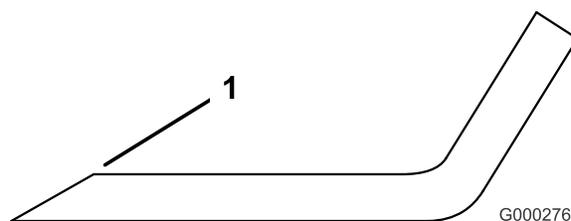

Figura 84
3. Controllate i taglienti di tutte le lame, e affilateli se fossero ottusi o scheggiati. Affilate soltanto la parte superiore del tagliente e mantenete l'angolo di taglio originale per garantire l'affilatezza (Figura 84). La lama rimane bilanciata soltanto se viene rimossa una quantità uguale di metallo da entrambi i taglienti.